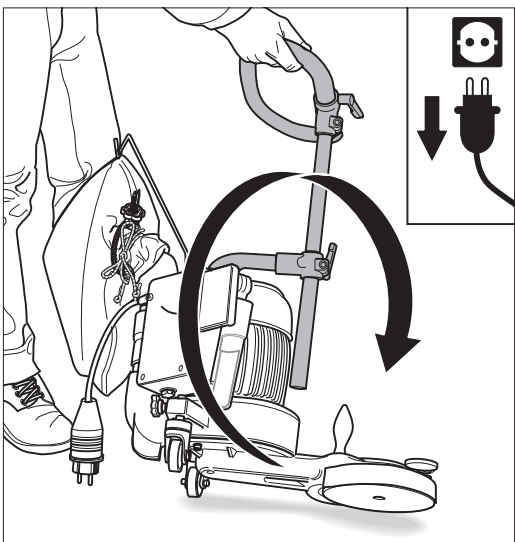

Abb. 76: Die UNICO auf die **linke** Seite kippen und vorsichtig absetzen.
- 3 Legen Sie die UNICO auf die Seite, indem Sie die Maschine rechts am Haltebügel anfassen, auf die **linke** Seite kippen (Abb. 76) und vorsichtig absetzen.